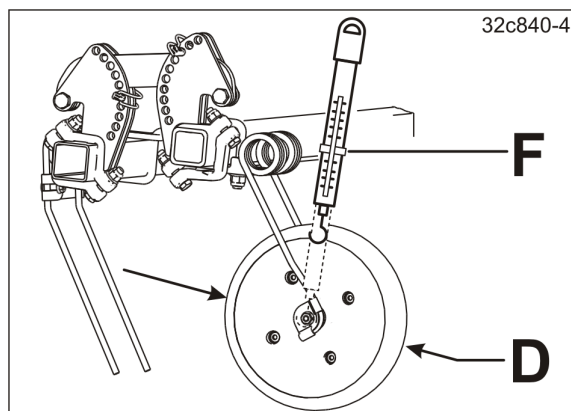

Рис. 200
6. Перевірте притискання роликів, напр., за допомогою пружинних ваг (див. Рис. 200).